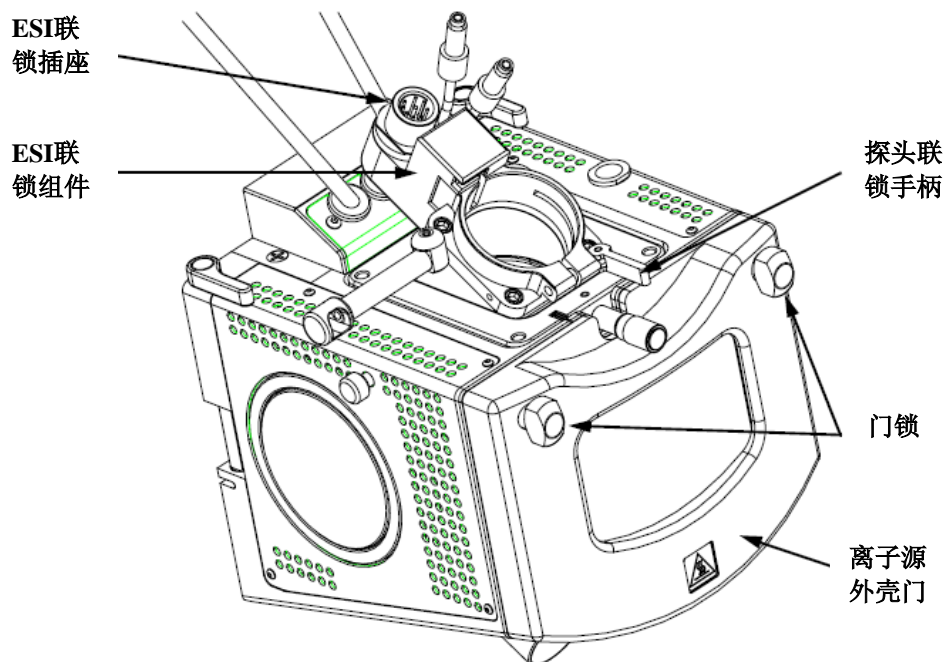

图2-3. Ion Max离子源，详细构造
2. 将雾化器加热器电缆连接至离子源外壳上的ESI联锁插座，见图2-3。
- a. 将在外壳内的探头端口小心地向后拉,直到碰到ESI联锁组件的插槽(图2-3)。探针复式接头的导向销可避免扭弯探针,并保证针脚与ESI联锁组件的插槽对齐。将探头全部拔出并与插槽对齐之后,按逆时针方向转动探头,将探头从定位凹槽中取出。一定要小心,以免损坏熔融石英样品管或者PEEK(聚醚醚酮)安全封套。